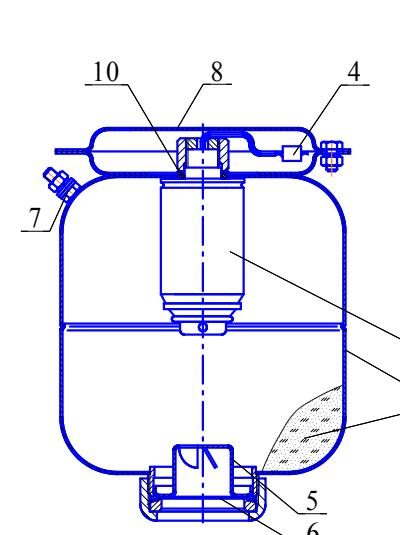
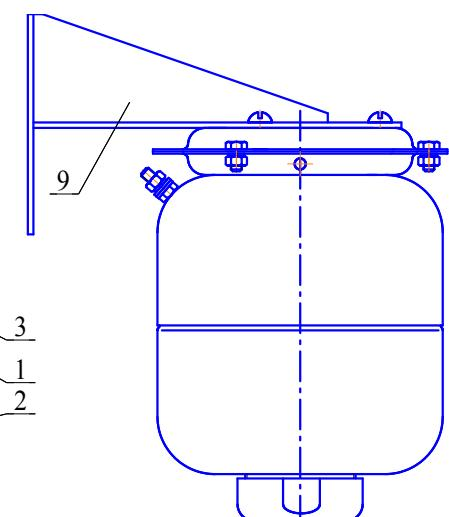

Рисунок 1
Рисунок 2
A.4.4.2 Закрепить кронштейн 8 (см. рисунок 1) на потолке или кронштейн 9 (см. рисунок 2) на стене. Координаты отверстий в кронштейне потолочного крепления приведены на рисунке 3а), настенного крепления – на рисунке 3б).
4.1.1 МПП (см. рисунки 1 и 2) состоит из корпуса 1, в котором размещаются огнетушащий порошок (ОП) 2 и источник холодного газа (ИХГ) 3 с элементом электропусковым 4. В нижней части корпуса находится насадок-распылитель 5, выходное отверстие которого перекрыто мембранный 6. Модуль имеет заземляющий зажим 7. В верхней части МПП снабжён кронштейном 8 для крепления к потолочному перекрытию (рисунок 1) или кронштейном 9 для крепления к стене (рисунок 2).
6.2 Закрепить кронштейн 8 (см. рисунок 1) на потолке или кронштейн 9 (см. рисунок 2) на стене. Координаты отверстий в кронштейне, предназначенном для крепления МПП на потолке, приведены на рисунке 4а), на стене – на рисунке 4б). В горизонтальном положении в зависимости от места крепления и направления насадка-распылителя крепление допускается как при помощи потолочного, так и при помощи настенного кронштейнов.